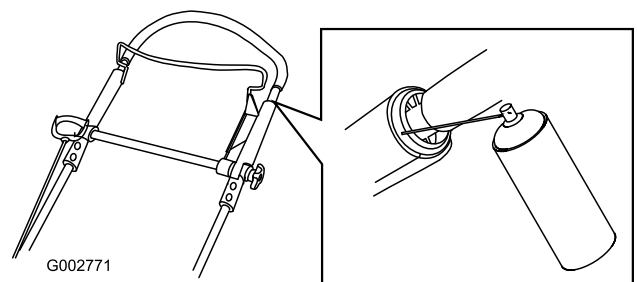

Figura 46
1. Rocíe sobre el extremo de plástico exterior del manillar interior (Figura 46).